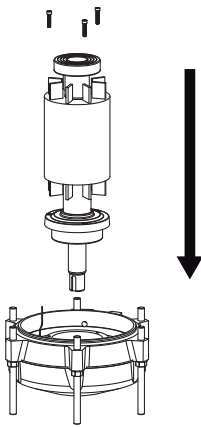

Imagen 30: Montaje del rodamiento de bolas (J 205, J 405)
**J 205:** Eleve el rotor con el rodamiento superior/inferior y la protección del mismo montados (Se puede hacer manualmente) y deslícelo con cuidado hasta el asiento del rodamiento en la cámara de aceite. Coloque los tornillos en la protección del rodamiento. Coloque el anillo Seger y la arandela en el eje debajo del rodamiento inferior. (Imagen 30)
**J 405:** Eleve el rotor con el rodamiento inferior y la protección del mismo montados. Coloque un cáncamo de elevación en el asiento del rodamiento superior para subir el rotor y deslícelo con cuidado hasta el asiento del rodamiento en la cámara de aceite. Después, monte el rodamiento superior en el eje con la herramienta de ensamblaje. Monte los tornillos en la protección del rodamiento. Coloque el anillo Seger en el eje debajo del rodamiento inferior. (Imagen 30)